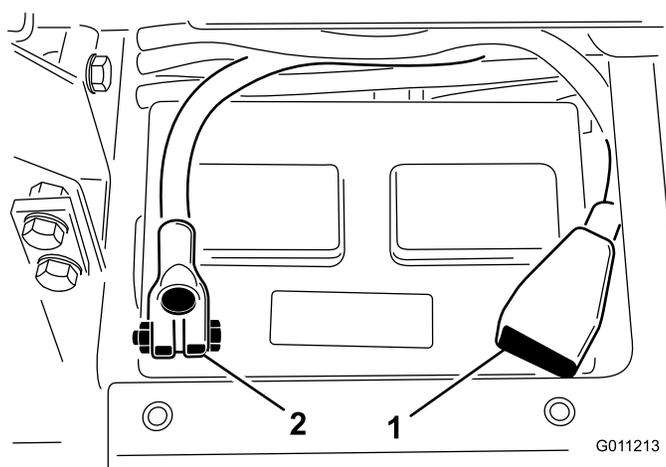

Рисунок 5
- Подсоедините положительный кабель (красный) к положительной клемме (+), а отрицательный кабель (черный) к отрицательной (-) клемме аккумулятора и закрепите их болтами и гайками (**Рисунок 5**). Убедитесь в том, что положительная (+) клемма полностью надета на штырь и кабель